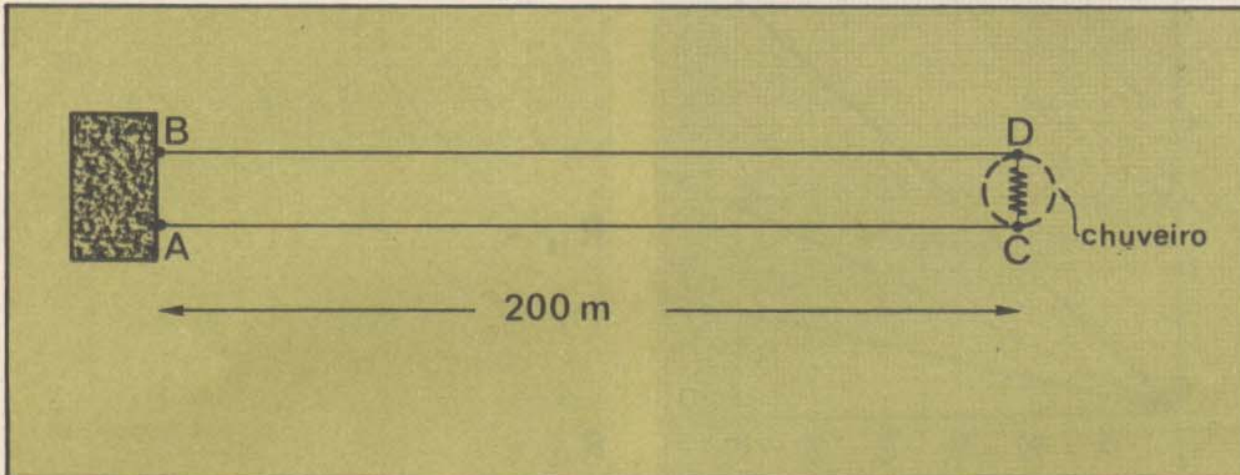

figura 14
n.º 16. A corrente que passa pelo chuveiro é de 10 A (figura 14).
- Qual a diferença de potencial entre os pontos A e C na figura 14, quando o chuveiro está ligado?